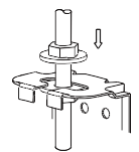

Abb.5-7
- Sichern Sie die Klimaanlage durch Anziehen der Muttern mit Schraubenschlüsseln, nachdem Sie die Position des Gerätes eingestellt haben (siehe Abb. 5-7).